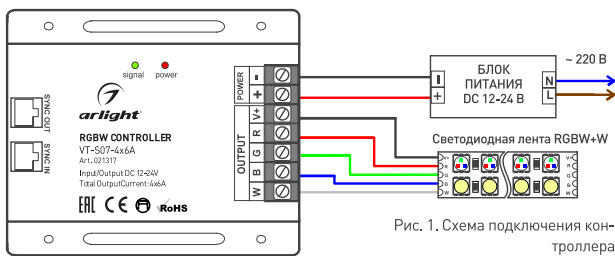

Рис. 1. Схема подключения контроллера
3.4. Соедините оборудование согласно приведенной схеме (Рис. 1).